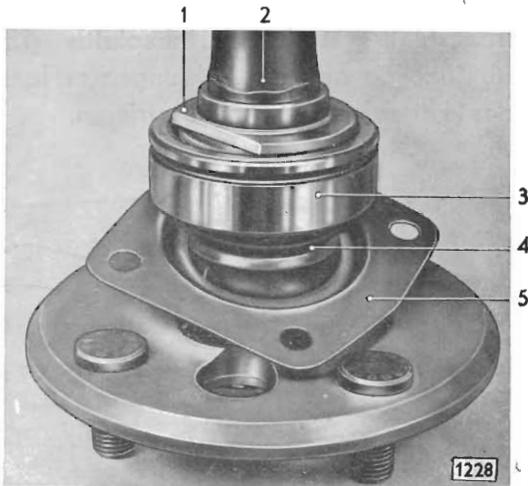
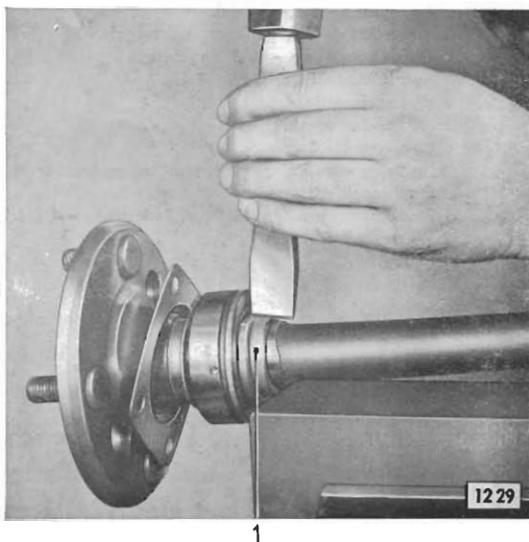

Bild 14 - Bund des Halteringes segmentartig abgesägt
Bild 15 - Haltering mit Meißel aufspreizen
1. Zum Lösen des Halteringes (14/1) für Kugellager von der Hinterachswelle ein Teil des Bundes am Haltering segmentartig mit einer Eisensäge absägen (Bild 14). Anschließend Haltering in der Mitte der abgesägten Stelle mit einem Meißel aufspreizen (Bild 15) und von Hinterachswelle abziehen. **Vorsicht, daß Welle beim Meißeln nicht beschädigt wird.**